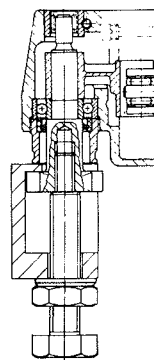

Fig. 1
5.2.2.2 Visser complètement la broche filetée M 8 du dispositif 6 41 04 024 00 6 – dans l'arbre de commande (390) et tourner d'un demi-tour dans le sens contraire (voir fig. 1). Tenir la broche filetée M 6 et tirer l'arbre de commande en tournant la vis hexagonale vers la gauche. Déposer le levier (330).